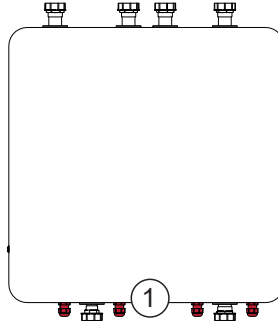

Abb. 50: Kabelverschraubungen an der Hydrobox
Die Kabel für die Hydrobox sind bereits an den Komponenten in der Box fertig verkabelt und müssen nur noch in die Hydrobox verlegt und angeschlossen werden. Für die Kabelführung sind die Kabelverschraubungen (1) an der Unterseite der Hydrobox zu verwenden und nach der Verlegung fest zu verschrauben (Abb. 50).